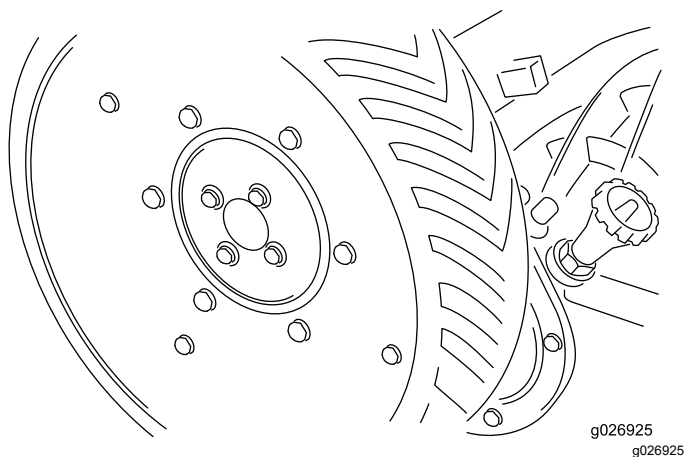

Figura 3
2. Instale las ruedas motrices con tornillos y arandelas de freno (Figura 3).